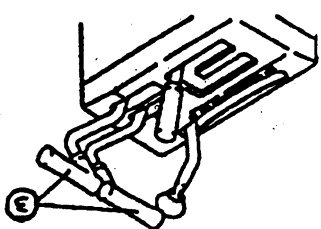

Рис. 2-6.
2.2.1.3. Рычаг рулевого управления (3) (рис. 2-6)